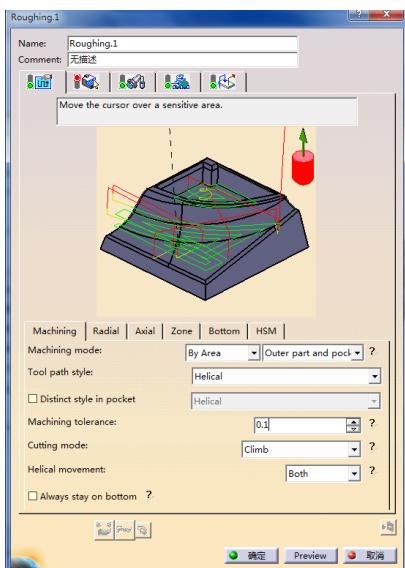

图 3-218 “Machining”选项卡（13）
- 在“Machining”选项卡（13）的“Machine mode”下拉列表中选择“By Area”和“Outer part and pockets”选项，在“Tool path style”下拉列表中选择“Helical”选项，如图 3-218 所示。